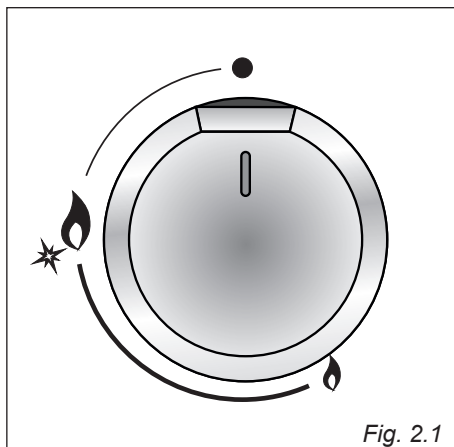

Fig. 2.1
Med betjeningsknappen tændes brænderen, og flammens styrke indstilles (se fig. 2.1).
1. Tryk knappen ind og drej den venstre om (fig. 2.2) til symbolet for kraftigste flamme  (fig. 2.1). Hold knappen inde indtil flammen tændes. Hvis flammen ikke tænder, forsøg da med en tændstik.